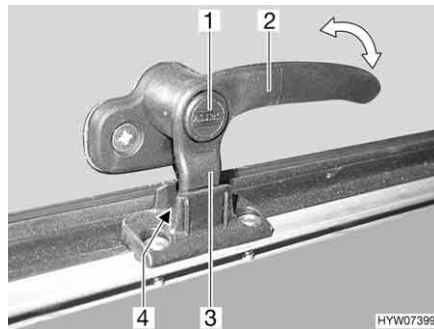
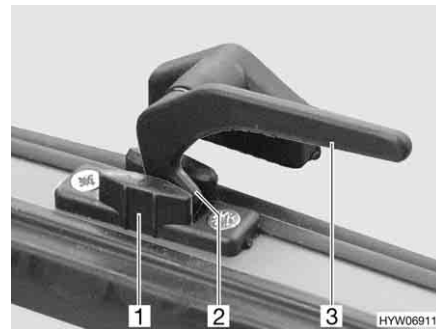

Bild 82 Låsarm med låsknapp i läget "kontinuerlig vädring"
Bild 83 Låsarm i läget "kontinuerlig vädring"
- I läget "kontinuerlig vädring" (Bild 82 och Bild 83)
- Tryck på låsknappen (Bild 82,1) om sådan finns och håll den nedtryckt.
- Sväng låsarmen (Bild 82,2 eller Bild 83,3) ett kvarts varv mot fönstrets mitt.
- Vrid tillbaka låsarmen. Därvid måste låsarmens låsspak (Bild 82,3 eller Bild 83,2) föras in i spåret på fönsterlåsen (Bild 82,4 eller Bild 83,1).
- Släpp låsknappen (Bild 82,1) om sådan finns.